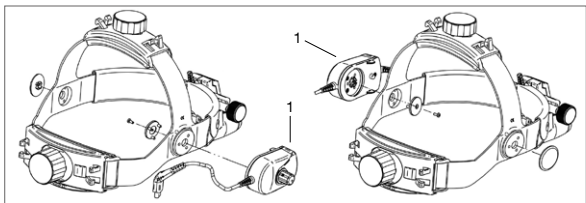

Figur 2 Hovedbånd Professional L
Justering af **hovedbåndet Professional L** (se figur 2): For justering i forhold til hovedets omfang kan hovedbåndet udvides eller indsnævres ved at dreje på drejeknapperne foroven (1) og bagtil (2).
Indstilling af lysretningen og lysfeltet (se figur 2)